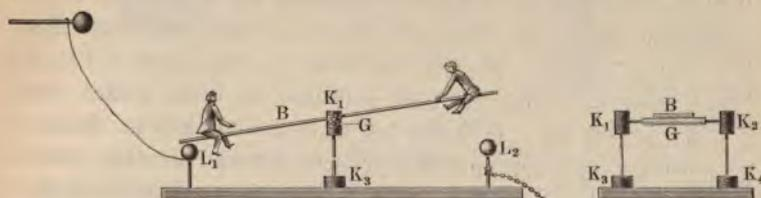

Fig. 113. Elektrische Brettschaukel.
**Die elektrische Brettschaukel.** (Fig. 113.) Auf einem Brette von etwa 20 bis 25 cm Länge ist eine Wippe aufgebaut.